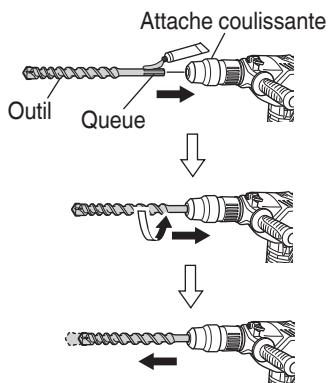

Fig. 2
- (2) Pour fixer l'outil (tige SDS max), l'insérer dans l'orifice jusqu'à ce qu'il touche l'extrémité intérieure de l'orifice comme indiqué sur la Fig. 2.